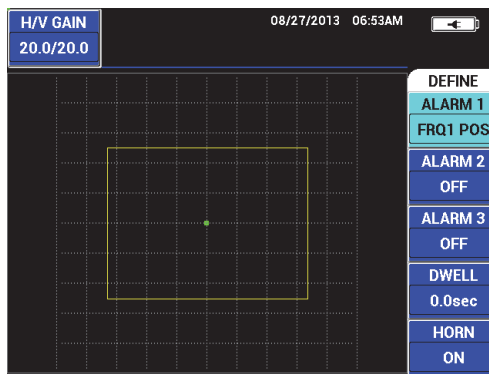

図 5-241 アラーム極性
1. A キーを押した後、ノブを使ってアラームの極性を選択します。極性を選択すると、画面にボックスが表示されます（303 ページの図 5-241 を参照）。